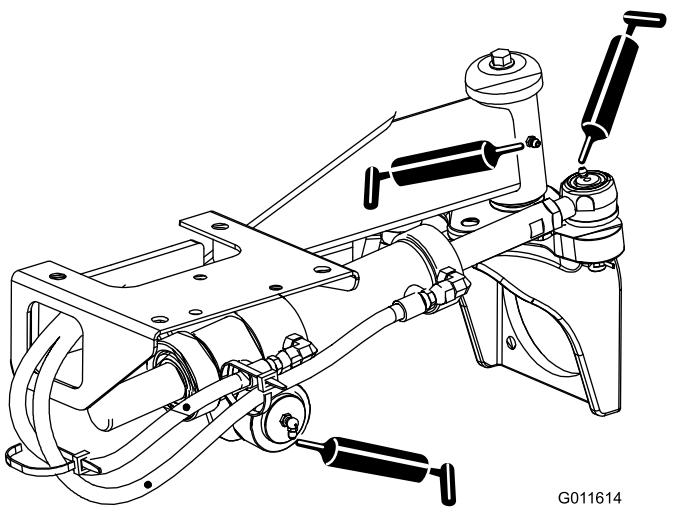

Figura 70
- Giunti a sfera del cilindro di sterzo (2) e assale posteriore (1) – Figura 70